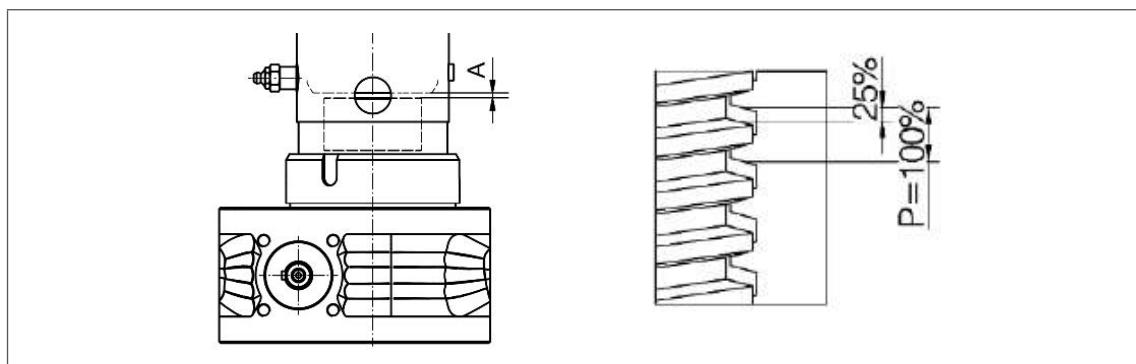

Fig. 16: Tuerca de seguridad SIFA: Medida „A“ para comparación durante la prueba de desgaste
3. Si está instalada una tuerca de seguridad SIFA. Mida la cota „A“ y anótela (véase la fig. 16).